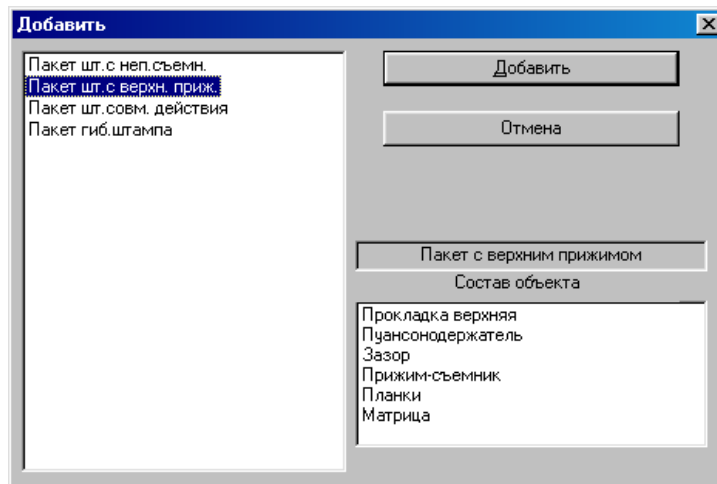

Рисунок 1.41 – Вікно списку типів конструкцій пакета
– в “Пакет типовий” додається в необхідний тип пакета. Список типів конструкцій пакета висвітлюється на екрані (рис. 1.41);